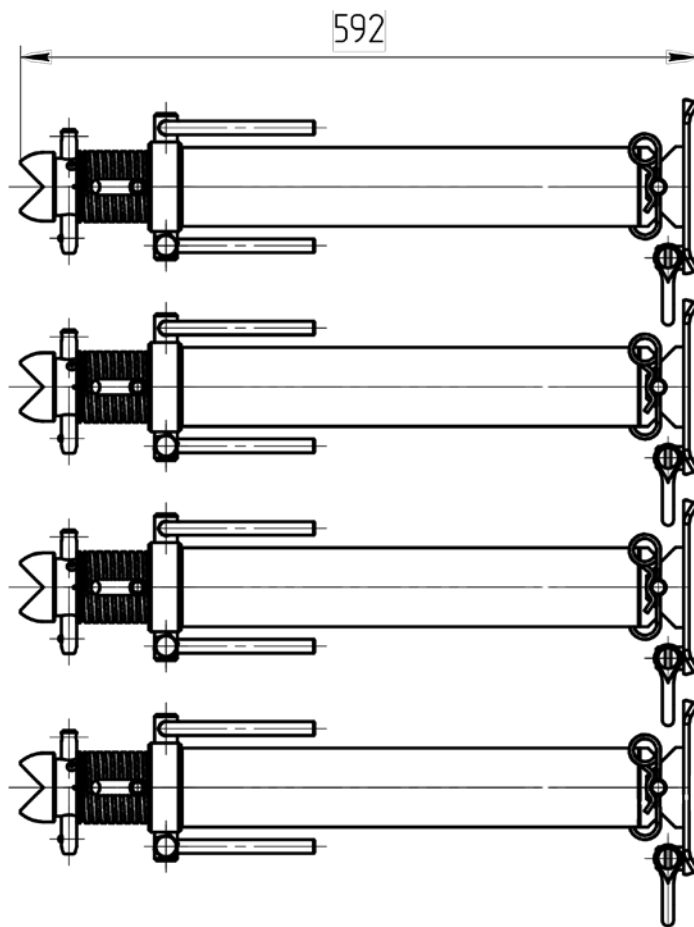

Рисунок 1. Стойка раздвижная
5.2 КС состоит из 4-х раздвижных стоек одинаковой длины, 2-х удлинителей различной длины (рис. 1, 2) и дополнительного оборудования.